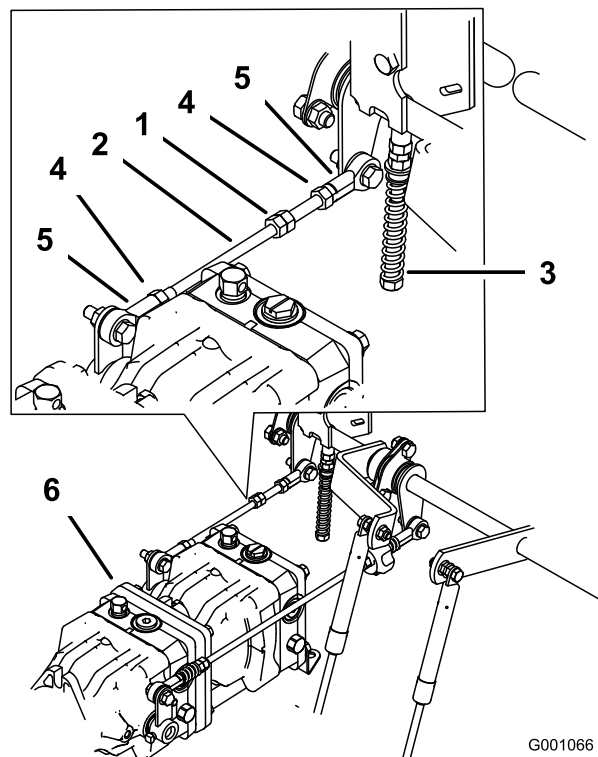

Figure 79
1. Desserrez les contre-écrous sur les rotules de la tige de commande de la pompe (Figure 79).
3. Réglez la longueur de la tige de pompe en tournant les doubles écrous dans le sens voulu, jusqu'à ce que la roue soit immobilisée ou tourne légèrement en marche arrière (Figure 79).
6. Serrez les contre-écrous contre les rotules (Figure 79).